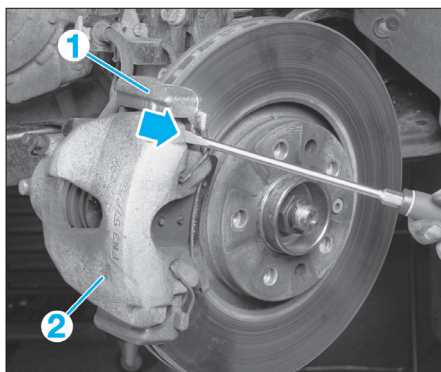

FIG. 4
- Faire levier entre le support (1) et l'étrier (2) afin de repousser légèrement le piston et faciliter la dépose de l'étrier (fig. 4).
- Dégager l'étrier (2) de son support (1) (fig. 4).